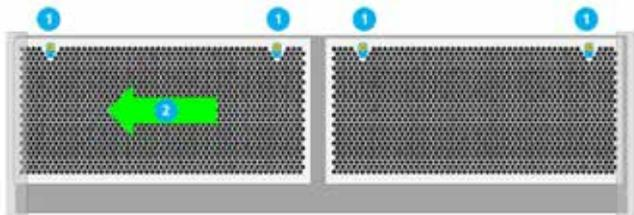

Figura 9.1 Punto de fijación de la cubierta GS
2. Unidades GS, afloje (NO QUITE) los tornillos en la parte superior de cada cubierta de entrada frontal [1] (vea la figura 9.1 y la ranura para hueso de perro 10) luego deslice la cubierta izquierda hacia la izquierda [2], lo que permitirá que la cubierta se deslice debajo de la tapa final. esto permitirá que la siguiente cubierta se empuje hacia la izquierda [3] (ver figura 9.1) permitiendo que se libere de la ranura del tornillo [4] tirando hacia adelante y levantándola hacia arriba del surco inferior de la caja.